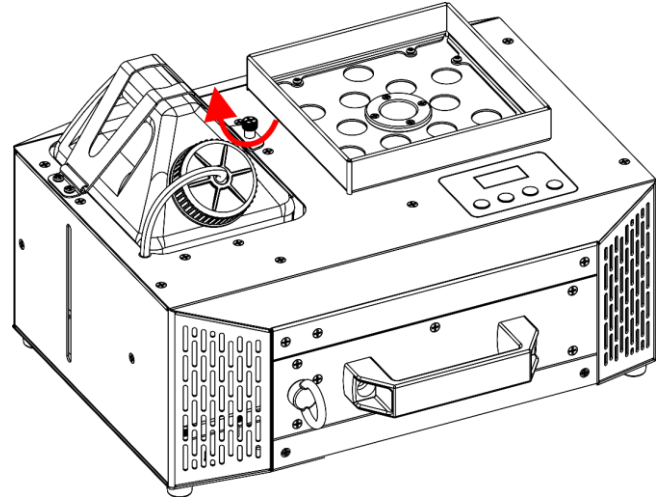

Fig. 37
- 12) Apriete el **tornillo de seguridad del soporte del depósito (04)**, como se muestra en la Fig. 37.